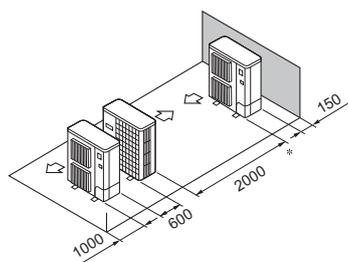

Fig. 3-15
⑤ Disposição de uma unidade em paralelo (Fig. 3-15)